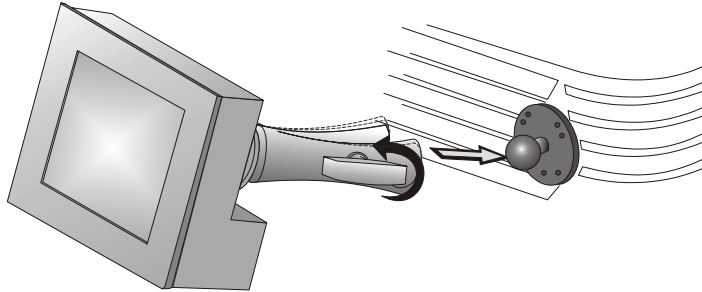

图 2-3
1. 松开固定臂，使其末端恰好能够与位于数字电影放映机后面板上的球窝接头吻合。图 2-3